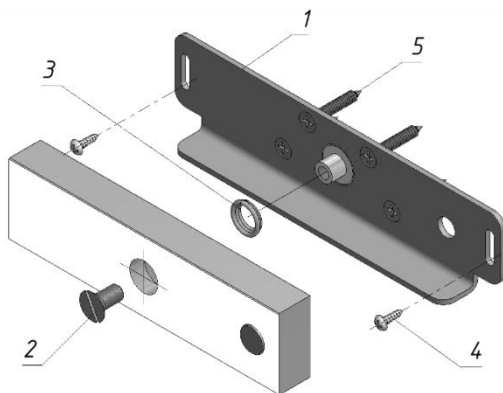

Рисунок 2 – Якорь с комплектом крепления 180P
3.3 В комплекте поставки замка AL-180FB-02 детали крепления якоря заменены комплектом 180P для установки якоря без сверления сквозного отверстия в двери (рисунок 2):
- пластина крепления якоря (1) - 1 шт.
- винт M6x12 (потай.) (2) - 1 шт.
- пружина (3) - 1 шт.
- саморезы 4x25 (п/к.) (4) - 2 шт.
- саморезы 4,2x25 (потай.) (5) - 4 шт.
5.6 Якорь замка для варианта поставки AL-180FB-02 устанавливается без штифта и без сверления монтажных отверстий в двери (рисунок 2). Якорь соединяется с пластиной (поз.1) винтом М6х12 (поз.2) через амортизирующую пружину (поз.3) и затем через регулировочные пазы в пластине крепится саморезами (поз.4) к двери.